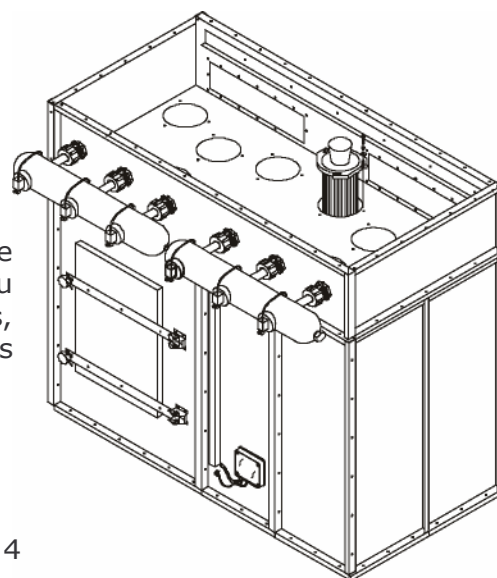

Fig. 4
5.6.3 Procéder à la dépose des cartouches en les dégageant vers le haut, après avoir dévissé les vis qui les fixent à la plaque du dépoussiéreur (Fig. 4). Une fois les cartouches remplacées, remontez le dépoussiéreur en suivant les étapes décrites précédemment dans l'ordre inverse.